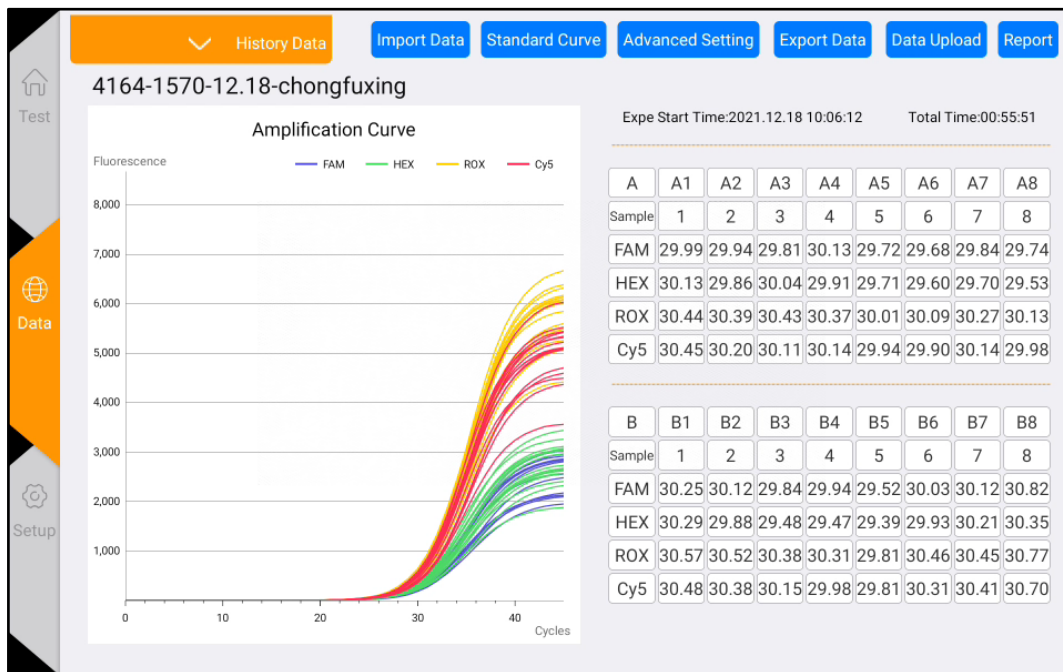

Figura 4-5-1 Interfaccia di analisi dei risultati
- 1) Fare clic sul pulsante "Data" nella pagina principale per accedere alla pagina "Analisi dei risultati", come mostrato nella Figura 4-5-1.